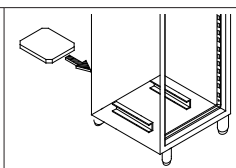

Bild 3
- Führen Sie in die unteren Schlitzen den Defrost-Behälter ein, bei Modellen mit automatischen Verdunstung müssen die Verbindungen hergestellt werden (Bild 3) (Nur für bestehende Produkte gültig.)